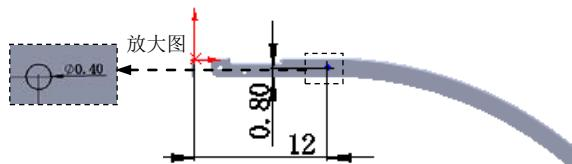

图 14.2.37 横断面草图
② 定义横断面草图。在草图环境中绘制图 14.2.37 所示的横断面草图。
③ 定义切除深度属性。在“切除一拉伸”对话框**方向1**区域的下拉列表中选择**完全贯穿**选项，选中**正交切除(N)**复选框。其他选择默认设置值。
④ 单击 \checkmark 按钮，完成切除一拉伸 4 的创建。